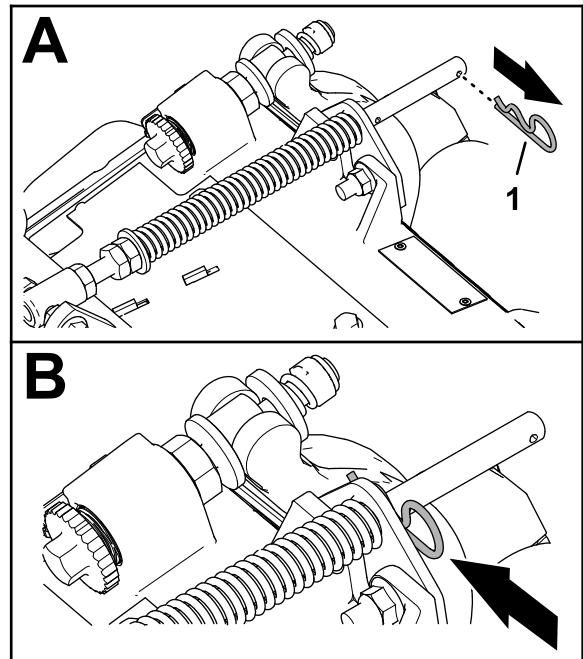

Figure 10
1. Si la goupille fendue est placée dans le trou arrière de la tige du ressort de compensation, retirez-la et insérez-la dans le trou près du support (Figure 10).